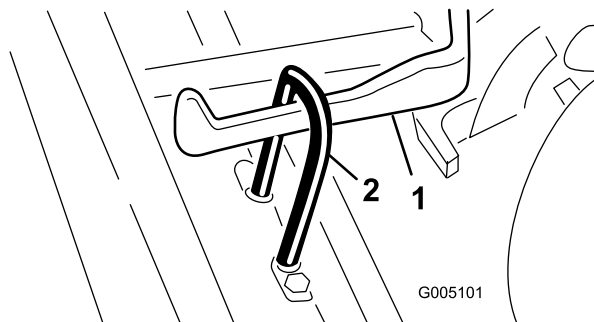

Figura 10
3. Fate scorrere l'apparato di taglio sotto il telaio di traino agganciando contemporaneamente il gancio di sollevamento al relativo braccio (Figura 10).